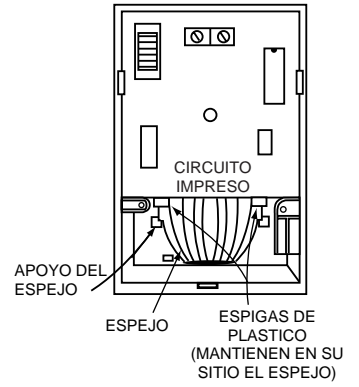

Figura 2
- Abra una o las dos espigas de plástico que sujetan el espejo gran angular (10,6m) y retire el espejo (Figura 2).
- Monte la placa de la pared en una superficie vertical firme (plana o en una esquina). Coloque la placa de forma que el cableado de campo esté centrado en la ranura rectangular de la parte superior de la placa. Véase Figura 2 y Detalle A.